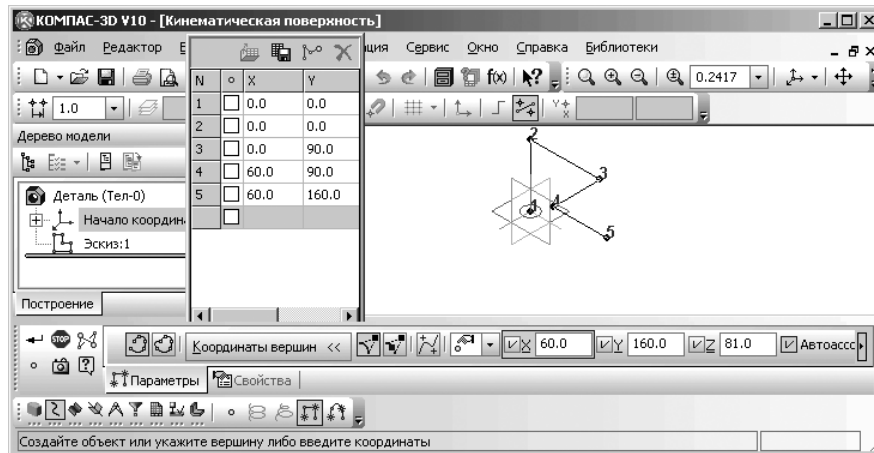

Рис. 7.117. Состояние системы в процессе построения эскиза траектории – ломаной с заданными вершинами
- аналогично последовательно введите другие вершины ломаной с координатами: (0, 90, 80), (60, 90, 80), (60, 160, 80). Возможное состояние системы показано на рис. 7.117.